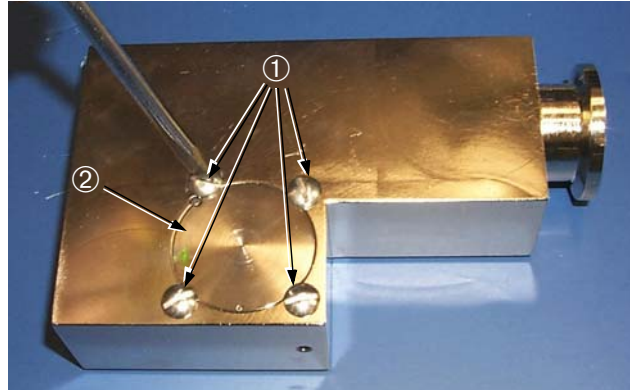

Abbildung 4-17 Magnetpolblock
1. Drehen Sie die vier Schuttschrauben ① heraus, um den Magnetpolblock ② zu lösen (Abbildung 4-17).